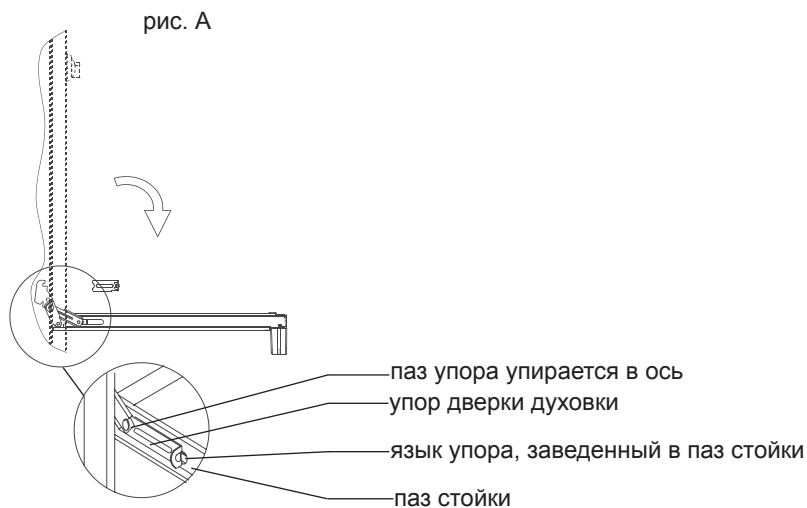

рис. 12
**Для этого нужно (см. рис. 12):**